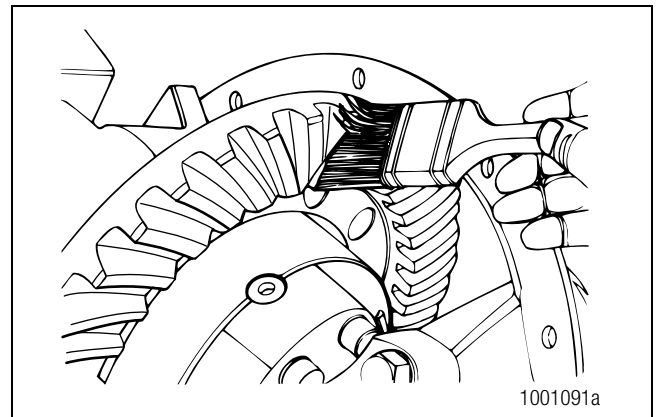

Figura 5.67
2. Aplique un compuesto marcador aproximadamente a 12 dientes de la corona. Gire la corona de manera que los 12 dientes estén junto al piñón de mando. Figura 5.67.